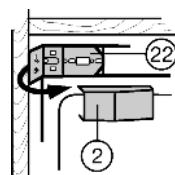

Fig. 17
▶ Dobrar (fechar) a parte lateral do ângulo de fixação Fig. 17 (22).
▶ Voltar a encaixar a cobertura Fig. 17 (2).
▶ Fechar todos os orifícios com tampões Fig. 17 (30,5).